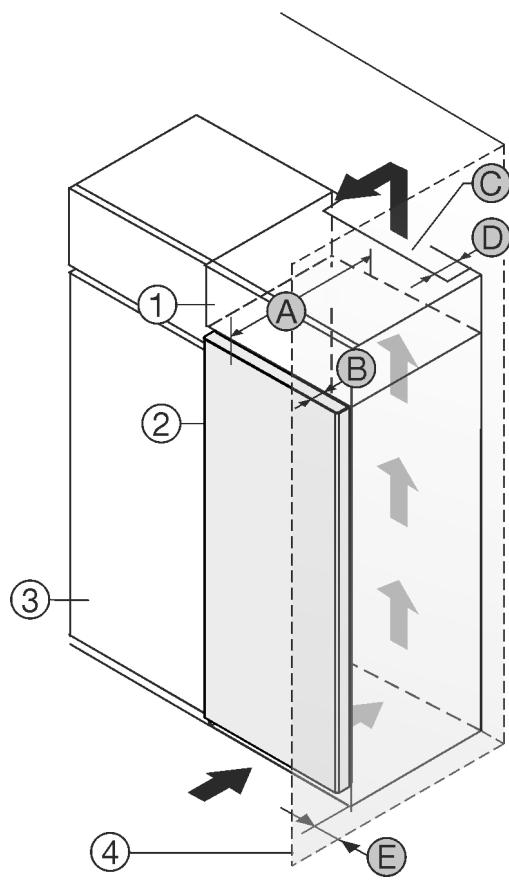

Fig. 1
От задната страна на шкафа-пристройка трябва да има вентилационен отвор с дълбочина Fig. 1 (D) по цялата широчина на шкафа-пристройка.*
Под тавана на помещението трябва да е спазено сечението за вентилация Fig. 1 (C).*
Когато уредът се поставя с пантите до стена Fig. 1 (4), разстоянието между уреда и стената трябва да е поне 40mm. Това отговаря на разстоянието, с което дръжките стърчат при отворена врата.*
Поставете уреда непосредствено до кухненския шкаф Fig. 1 (3).*
Поставете уреда с разстояние от 5 см между уреда и кухненския шкаф Fig. 1 (3).*